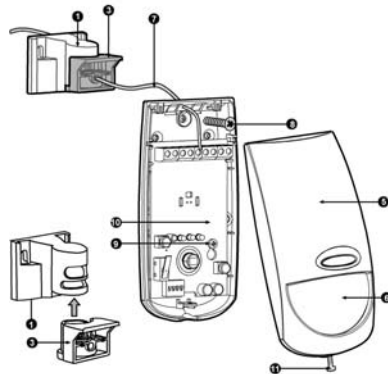

Fig 2 Installazione del rilevatore Detector Installation Instalación del detector Installation du détecteur
1. Remove the front cover by unscrewing the holding screw (Fig. 2-11) and gently raise the front cover. (Fig. 2 -5)
2. Retire el tablero PC por medio de destornillar los tornillos que lo sostienen situados en el tablero (Fig. 2 -9)